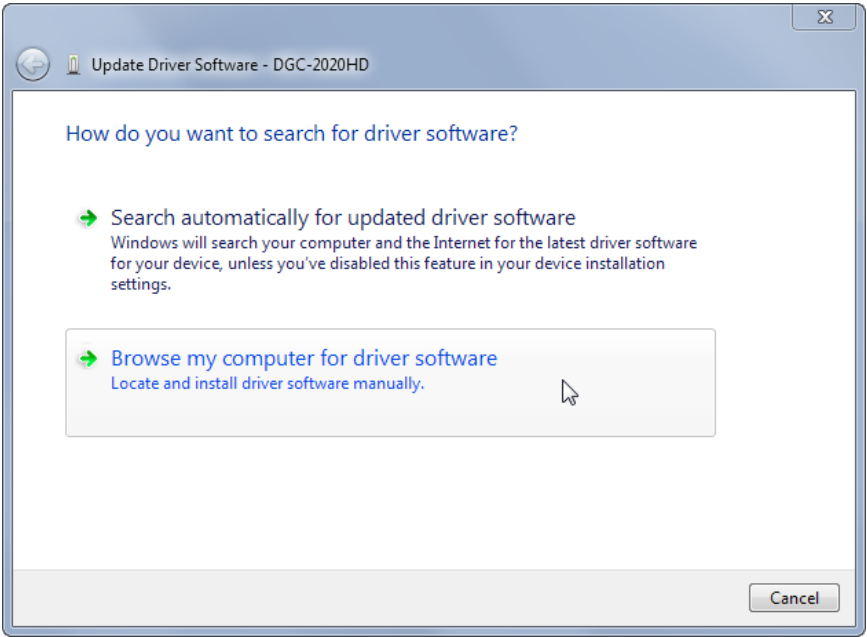

Figura 8-4. Actualización del software de controlador - DGC-2020HD
Paso 4: Seleccione Buscar software de controlador en este equipo Figura 8-4.